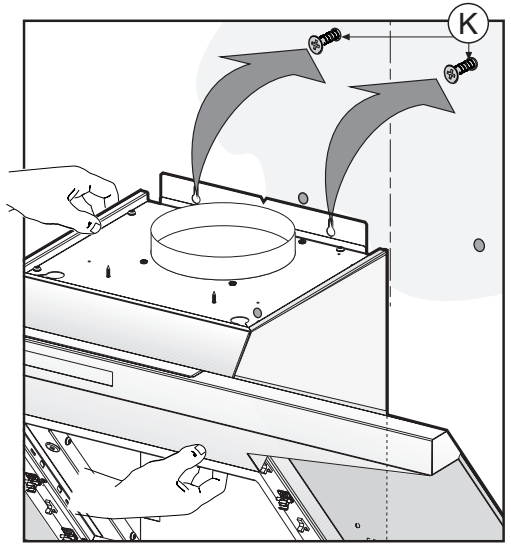

Fig.7
- Bevestig het apparaat aan de muur, breng het in horizontale stand en draai de schroeven **K** vast (afb. 7).